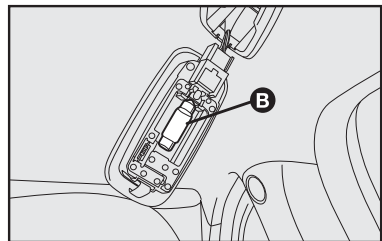

fig. 33
- substituir a lâmpada **B-fig. 33**, liberando-a dos contatos laterais e certificando-se que a nova lâmpada esteja corretamente bloqueada entre os contatos.